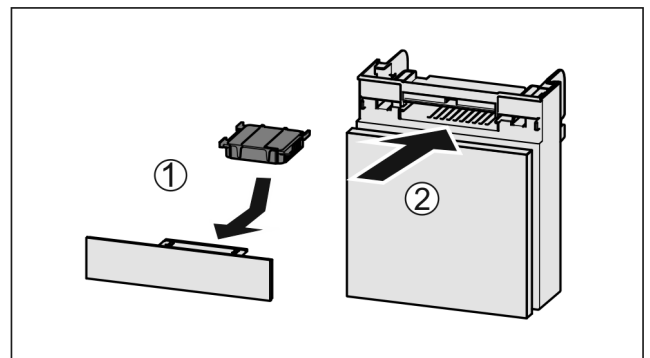

Fig. 132
- ▶ Aktivkohlefilter nach Abbildung einsetzen Fig. 132 (1).
- ▶ Fach einschieben Fig. 132 (2).